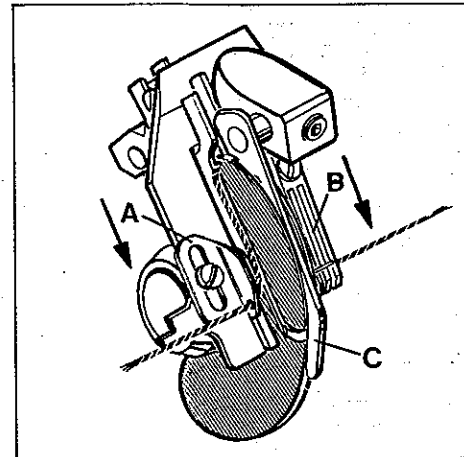

Fig.30
Retighten set screws and press the cast-off plate back to its home position. Make sure, that the take-up discs center in the slot of the cast-off plate and the take-up hub sits close left on the collar. Moving eyelet (A, Fig. 30) and comb (B) in direction of the arrows to the front increases the amount of looper thread in the system, moving to the rear decreases the amount of thread in system.
The retaining finger (C, Fig. 30) controls the looper thread after "cast-off", it prevents the looper thread from being wiped under the blade of the looper, when the looper moves from the right to the left. Set the finger (C) accordingly and make sure that it centers exactly between the take-up discs.
Ziehen Sie die Schrauben wieder an und drücken Sie die Fadenabzugsplatte in ihre Ausgangsstellung zurück. Beachten Sie, daß die Aufnehmerscheiben mittig im Schlitz der Fadenabzugsplatte stehen und die Aufnehmerscheibe links am Stelling anliegt. Durch Verschieben der Fadenführung (A, Fig. 30) und des Kammes (B) in Pfeilrichtung nach vorne wird mehr, durch Verschieben nach hinten wird weniger Greiferfaden abgezogen.
Der Abstreiffinger (C, Fig. 30) kontrolliert den Greiferfaden nach dem "Abspringen", er verhindert, daß der Greiferfaden unter die Greiferklinge gezogen wird, wenn sich der Greifer von rechts nach links bewegt. Stellen Sie den Finger (C) entsprechend und beachten Sie, daß er genau mittig zwischen den Aufnehmerscheiben steht.